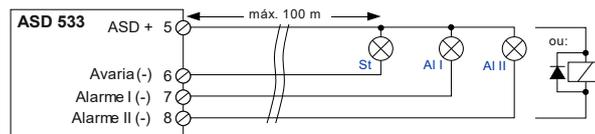

Fig. 39 Ligação das saídas CA
- Ao ligar consumidores indutivos (p. ex., relé), o consumidor tem de ser equipado imediatamente com um díodo em roda livre, **Fig. 39**.